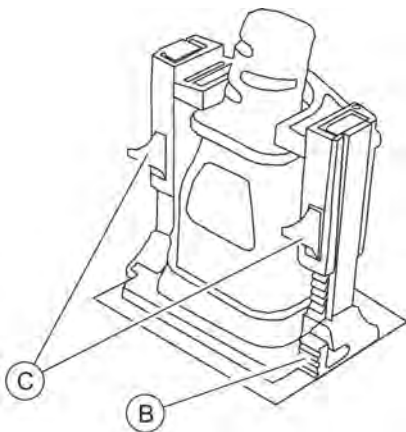

Fig. 17: Colocar la horquilla de bloqueo
3. ➔ Monte desde arriba la horquilla de bloqueo para fijar el enchufe macho (Fig. 17).
Para soltar el enchufe pueden soltarse la horquilla de bloqueo o los soportes por medio de las palancas de desbloqueo (Fig. 17/Ⓑ y Ⓒ).